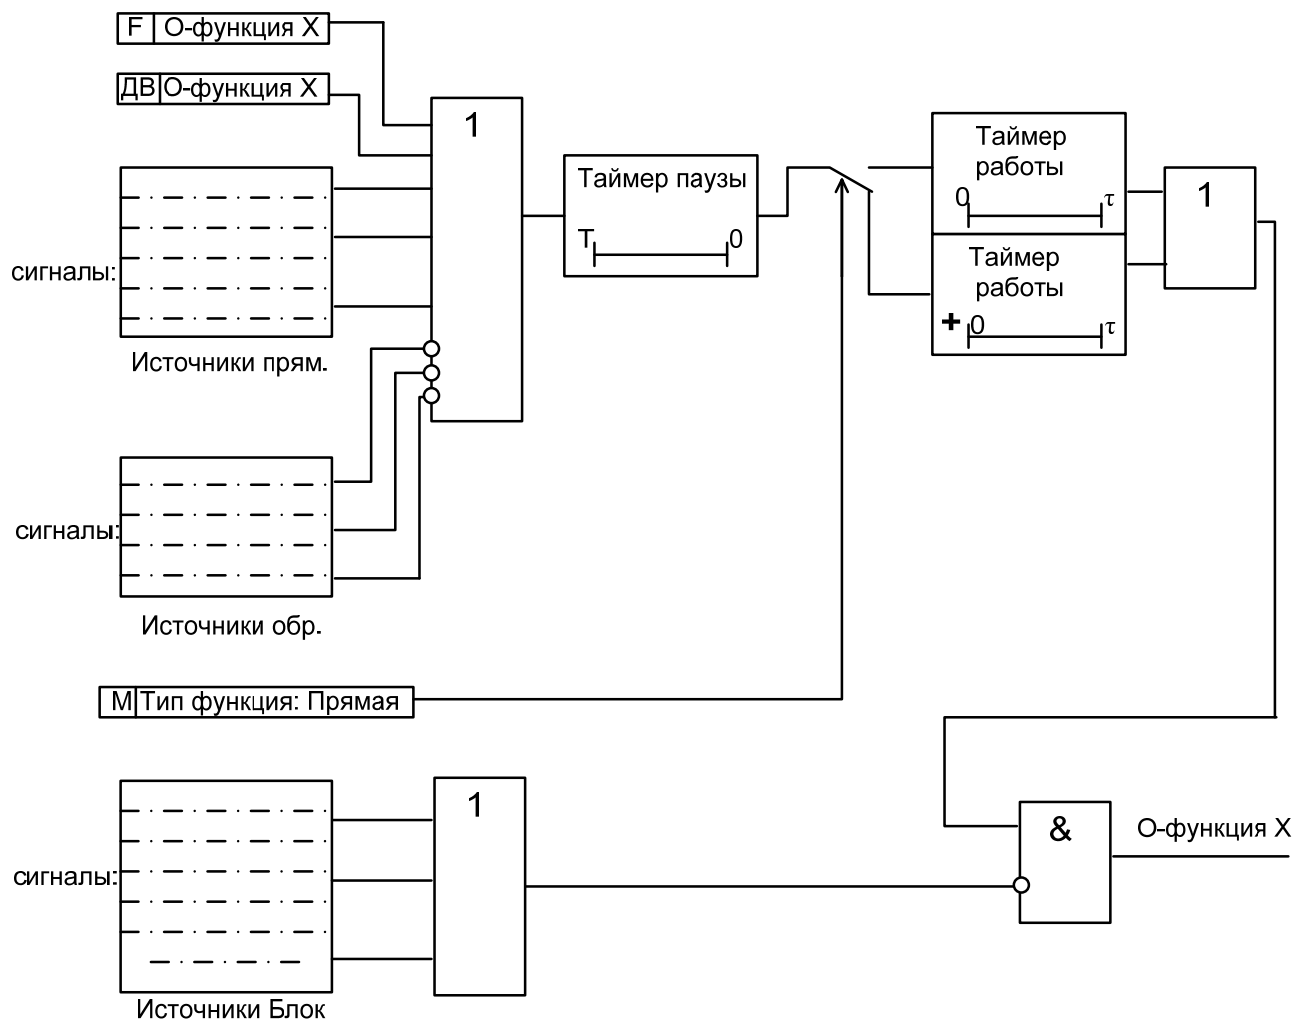

Рис. 20 Функциональная схема блока определяемой функции
2.5.9 Функциональная схема блока определяемой функции приведена на рис.20.